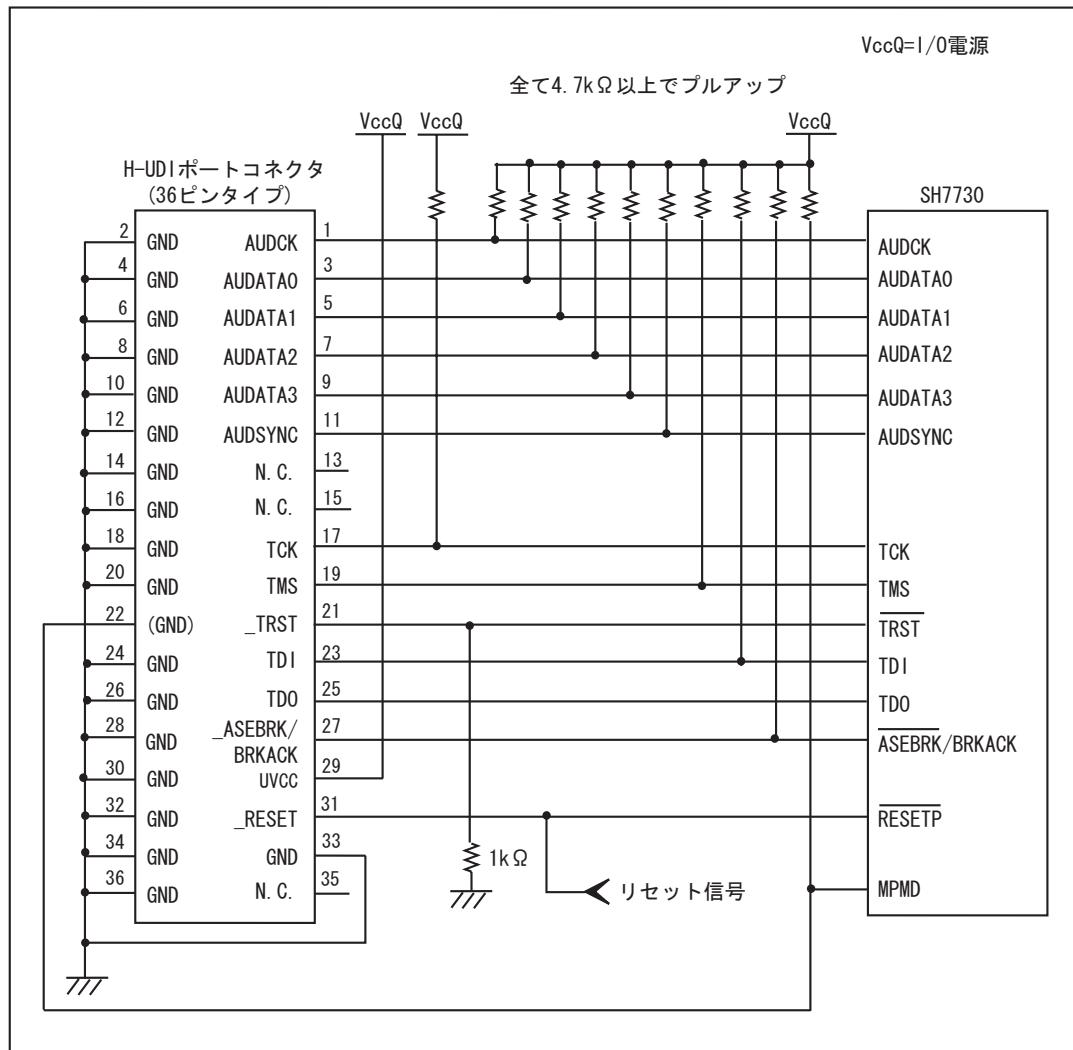

図 1.5 E10A-USB 使用時の H-UDI ポートコネクタ - チップ間の推奨接続例(36 ピンタイプ)
- 図1.5の回路を組んだ場合のE10A-USB エミュレータのスイッチ設定：SW2=1, SW3=1